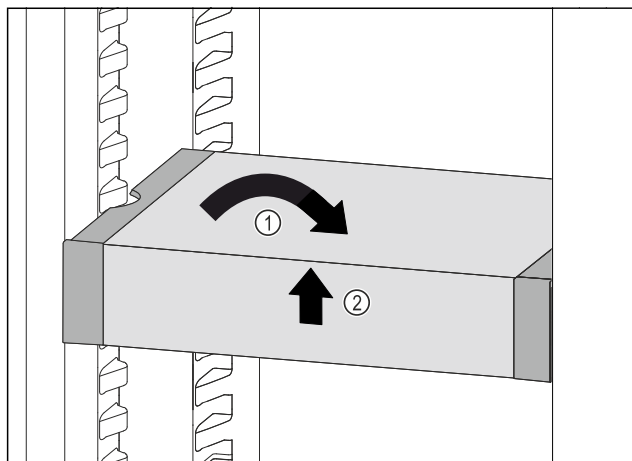

Fig. 72
- ▶ Ispravite VarioSafe. Fig. 72 (1)
- ▶ Podignite sprijeda VarioSafe. Fig. 72 (2)